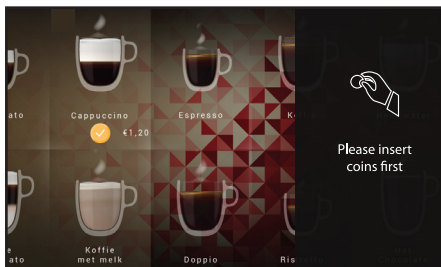

Fig. 4.11- Drikkelevering med betalingssystem.
1. Sett inn en tilstrekkelig mengde kontanter eller e-penger i betalingssystemet, se fig. 4.11.